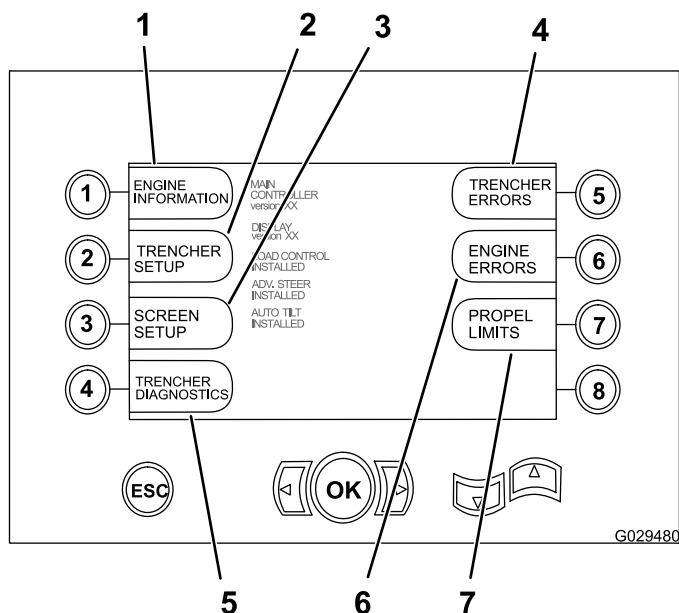

Figura 36
Para acceder a la pantalla de selección principal, pulse y suelte los botones de flecha arriba y flecha abajo (Figura 36) al mismo tiempo. Esta pantalla permite al usuario seleccionar entre las pantallas de función ilustradas en Figura 36.
1. Desde la pantalla de selección principal, pulse el botón 7 para acceder a los ajustes de la función Límite de propulsión; consulte Figura 36 en Acceso a la pantalla de selección principal (página 34).